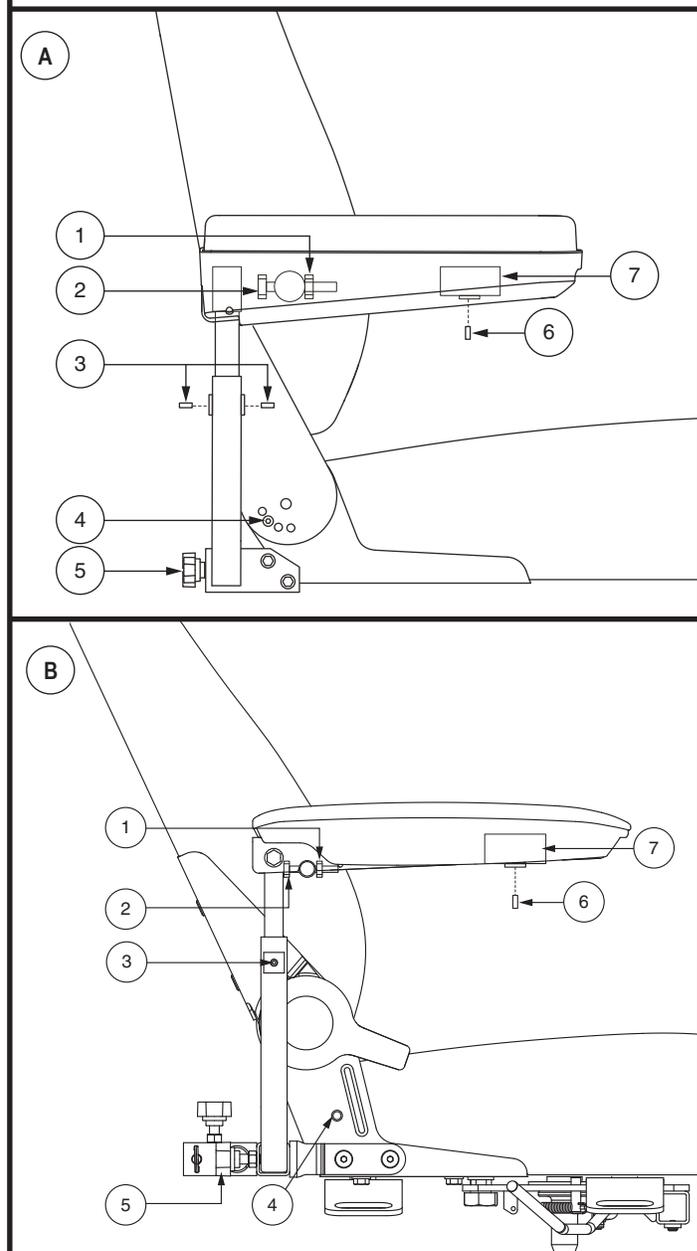

Figure 14. Réglages accoudoirs et dossier
NOTE: *Le trousse de réglage de siège la plus commune est illustrée dans la figure 14. Il se peut que votre produit soit configuré différemment. Toutes les configurations fonctionnent de la même manière.*
1. Retirez la vis de réglage de l'inclinaison du dossier de chaque charnière. **Voir la figure 14.**
1. Repérez les deux boutons de réglage sur le support des accoudoirs. **Voir la figure 14.**
1. Relevez l'accoudoir perpendiculaire au plancher. **Voir la figure 14.**
1. Desserrez la vis de réglage sur le support d'accoudoir. **Voir la figure 14.**
2. Desserrez la vis de réglage sous l'accoudoir. **Voir la figure 14.**
5. Desserrez la vis de blocage. **Voir la figure 14.**